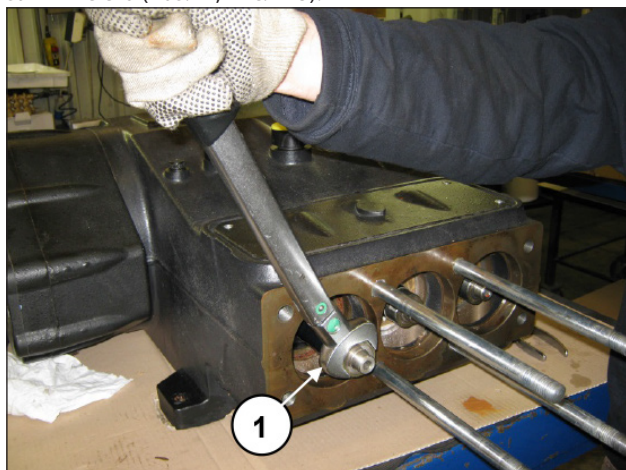

Рис. 125
Установите распорный элемент поршня на насос и затяните его (поз. ①, Рис. 125).